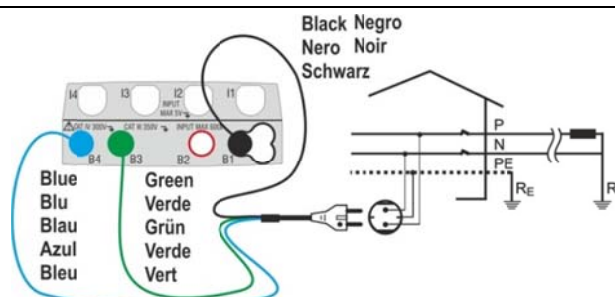
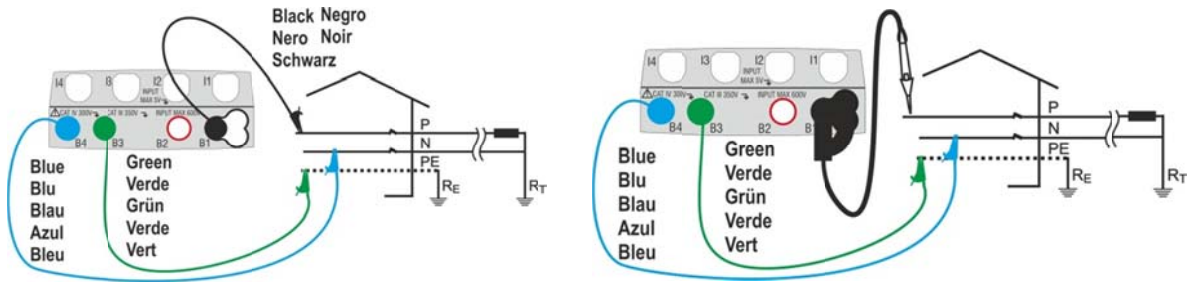
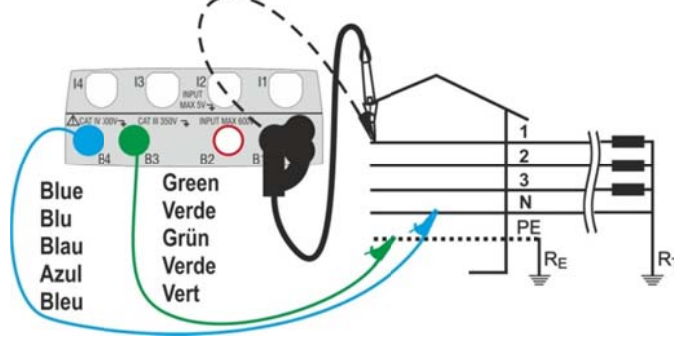
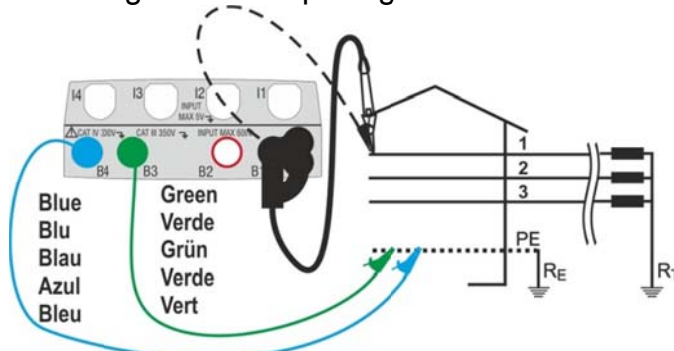

Abb. 17: Messung P-N/P-PE in ein-/zweiphasigen mittels 3 Leiter Schukokabel
Abb. 18: Messung P-N/P-PE in ein-/zweiphasigen 230 V mittels Kabeln und Tastkopf
Abb. 19: Messung P-N/P-PE in dreiphasigen 400V+N+PE mittels Einzelkabeln und Tastkopf
Abb. 21: Messung P-PE/P-N in 400V + PE (no N) mittels Einzelkabeln und Tastkopf
4. Verbinden Sie den Schukostecker, die Krokodilklemmen oder den Tastkopf mit der elektrischen Anlage entsprechend Abb. 17, Abb. 18, Abb. 19 und Abb. 21.
4. Trennen Sie, wenn möglich, alle dem Messpunkt nachgelagerten Verbraucher ab, denn deren Impedanz kann die Testergebnisse verfälschen. Verbinden Sie den Schukostecker, die Krokodilklemmen oder den Tastkopf mit der elektrischen Anlage entsprechend Abb. 17, Abb. 18, Abb. 19 und Abb. 21 in der nächsten möglichen Zeitpunkt der Schutzeinrichtung.